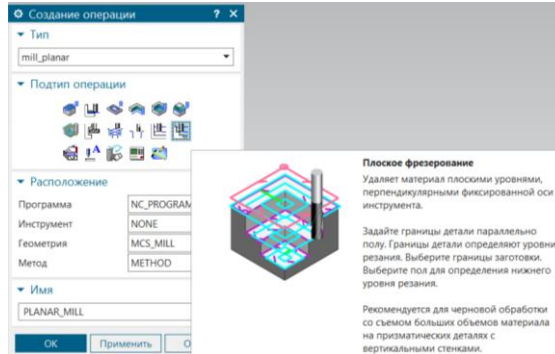

Рисунок 4.1 – Створення операції
Команди операцій FACE\_MILLING знаходяться в групі mill\_planar (рис. 4.1). Їх вісім, але усі вони представляють одну і ту ж операцію з передналагодженими параметрами. Найчастіше використовуються базова операція PLANAR\_MILL (1) і операція PLANAR\_PROFILE (2).